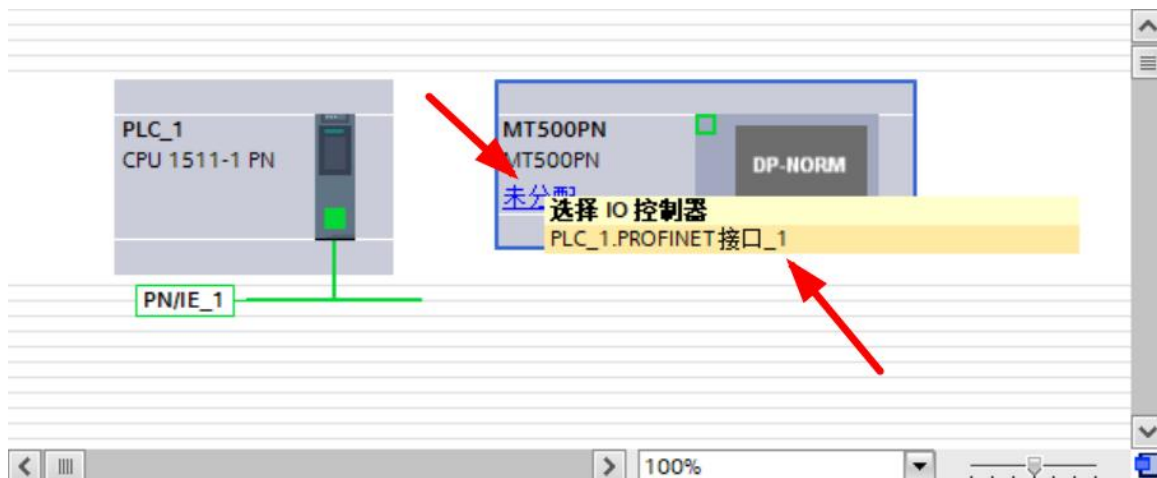

图 19 从站分配网络
(2) 如图 19 所示：点击“未分配”，选择 IO 控制器，把从站接入到网络中